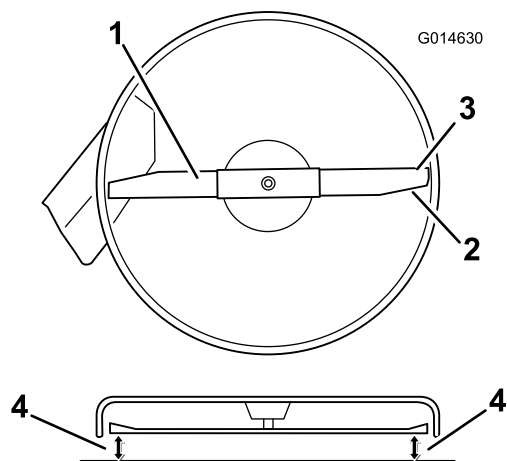

Figure 48
- Faites pivoter la ou les lames avec précaution pour qu'elles soient toutes parallèles (Figure 48).
- Mesurez la distance entre les tranchants extérieurs et le sol plat (Figure 48). Si les deux mesures diffèrent de plus de 5 mm (3/16 po), un réglage s'impose. Poursuivez la procédure.